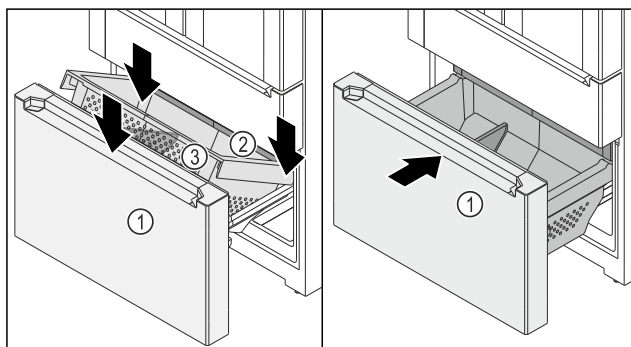

Fig. 153
- ☐ Auszugswagen Fig. 153 (1) ist herausgezogen.
- ☐ Schubfach Fig. 153 (2) ist eingeschoben.
- Behälter Fig. 153 (3) hinten auf den Schienen rechts und links aufsetzen.
- Behälter Fig. 153 (3) vorne absenken, sodass Behälter Fig. 153 (3) die Schienen rechts und links umschließt.
- Auszugswagen Fig. 153 (1) einschieben.